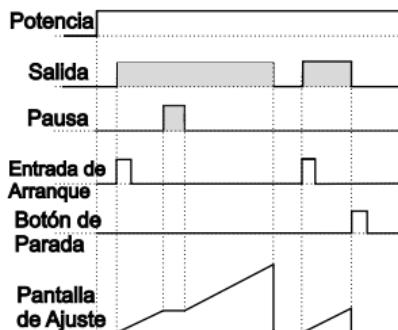

Figura 4.3
4.2.1 Si Conteo Ascendente  $dEct = 0$  y  $boutF$  es  $b-n$ , el diagrama de control se muestra la figura 4.3.